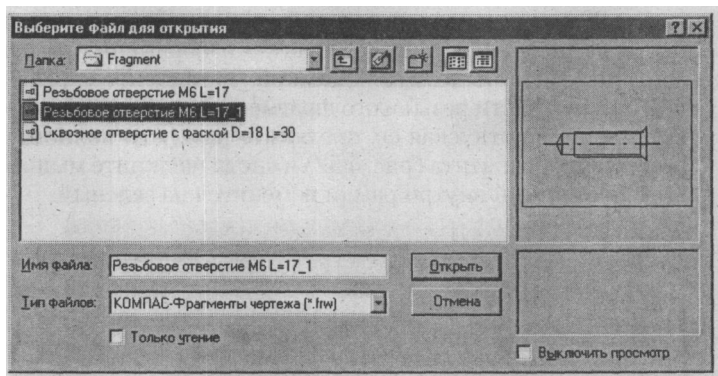

Рис. 4.51
- Установка резьбового отверстия из библиотеки КОМПАС-ГРАФИК. Выберите команду **IX (Вспомогательная вертикальная прямая)** и в окне координаты X строки параметров установите значение (-50). Нажмите **Enter**. Для установки резьбового отверстия воспользуемся библиотекой КОМПАС-ГРАФИК. Для этого откройте папку $\mathcal{N}^{\circ} > y^{\wedge} * > *^{\wedge} * \mathcal{L}^{\wedge}$ (**Справочные материалы Компас**), в которой выберите директорию **Tutorial Files**, где откройте папку **Fragment**. Выберите здесь файл **Резьбовое отверстие М6 L=17_1** и откройте его (рис. 4.51).